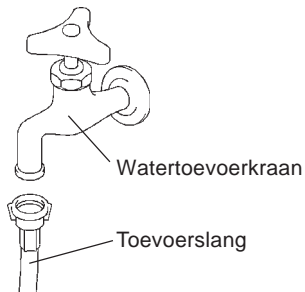

Fig. 8
- 2) Bevestig het andere uiteinde van de toevoerslang aan de watertoevoer (Fig. 8) en let op of de afdichtingsring goed is aangebracht voordat u die volgens bovenstaande instructies met de hand aandraait. Houd als voorzorgsmaatregel een afsluiter binnen handbereik.
2) Bevestig het andere uiteinde van de toevoerslang aan de watertoevoerkraan (fig. 8). Let er daarbij op dat de afdichtring goed is aangebracht voordat u de aansluiting handvast aandraait, zoals hierboven.